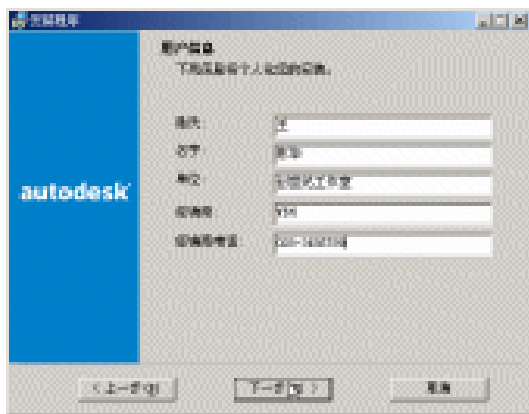

图 1-3
(4)单击下一步后弹出一个用户信息对话框,我们根据自己的实际情况进行填写(如图 1-3)。并单击下一步,出现安装类型对话框,一般我们选择典型安装,典型安装这一类型基本能满足大多数用户的需要。